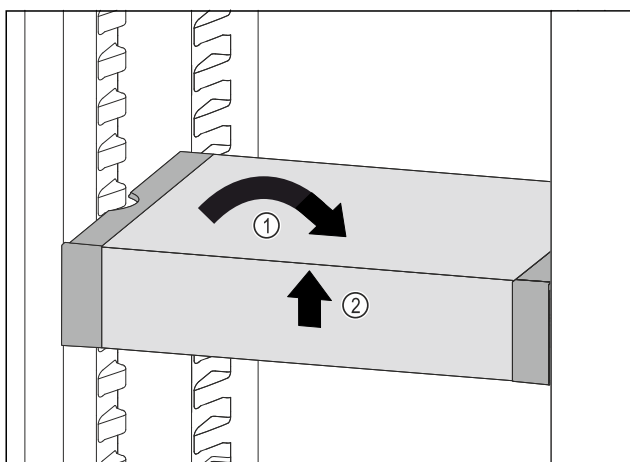

Fig. 95
- ▶ Изправете VarioSafe. Fig. 95 (1)
- ▶ Повдигнете VarioSafe отпред. Fig. 95 (2)